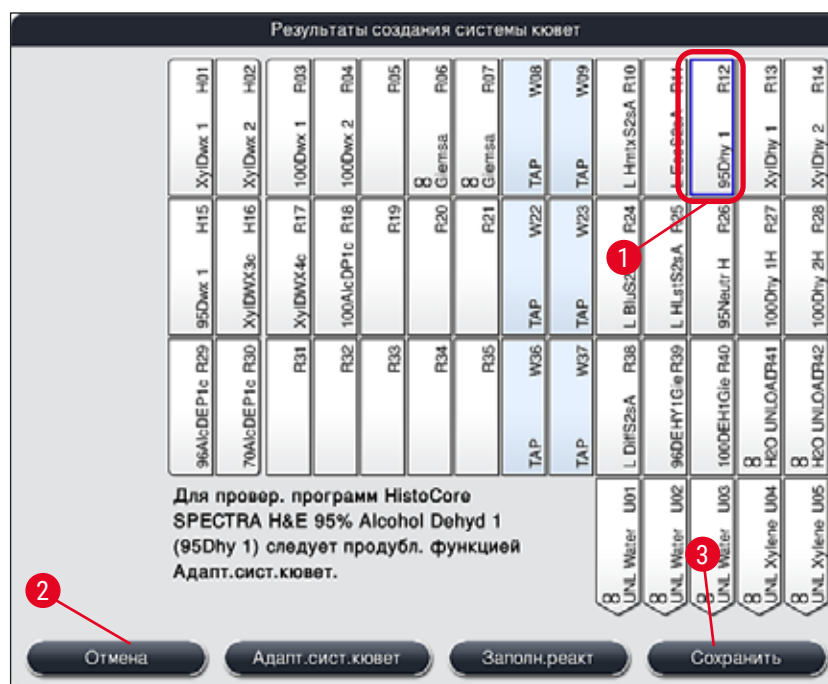

Рис. 53
- После того, как программное обеспечение рассчитает параметры системы кювет с использованием программ с назначенными приоритетами, на экране появится обзор результатов (→ "Рис. 53") для пользователя.
- Если ни одна из программ Leica не интегрирована в систему кювет, изображение (→ "Рис. 53") будет отличаться от представленного (не показано на рисунках). В этом случае реактивы можно заливать в соответствии с описанием в (→ с. 87 – Заполнение реактивами).